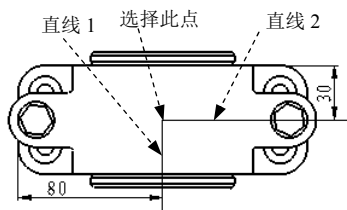

图 4.6.7 绘制剖切线
Step2. 绘制剖切线。利用草图绘制工具绘制图 4.6.7 所示的两条直线作为参考，并添加尺寸约束。
Step3. 隐藏尺寸约束。选择下拉菜单 **视图(V)** → **隐藏/显示(H)** → **注解(A)** 命令，分别选择图 4.6.7 所示的两个尺寸，然后按 Esc 键，完成尺寸的隐藏。
Step5. 在“剖面视图”对话框中选择 **半剖面** 选项卡，在 **半剖面** 区域单击  按钮，然后选取图 4.6.7 所示的点，系统弹出“剖面视图”对话框（该对话框与上一节中的“剖面视图”对话框相同）。